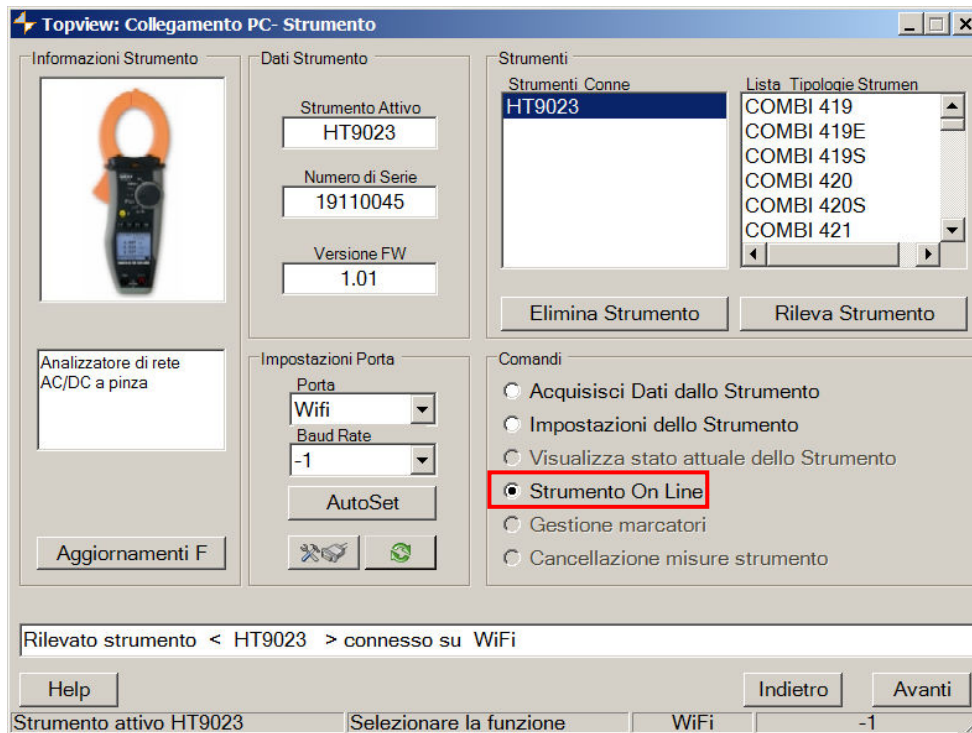

Fig. 19: Collegamento dello strumento in tempo reale
7. Aprire la sezione “**Collegamento PC-Strumento**” e selezionare l’opzione “Strumento On Line” come mostrato nella seguente Fig. 19